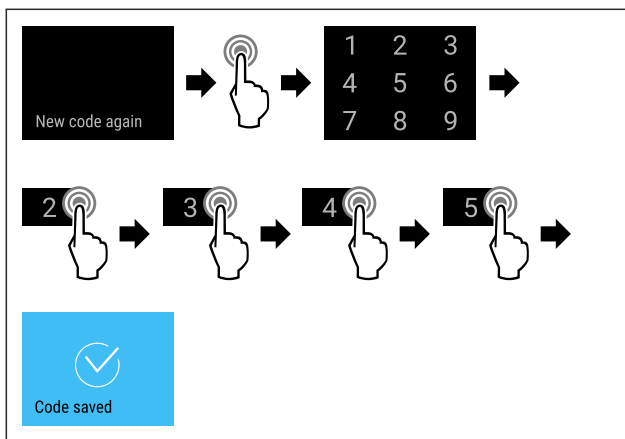

Fig. 86
- ▶ Obavite korake postupka (pogledajte Fig. 86) .